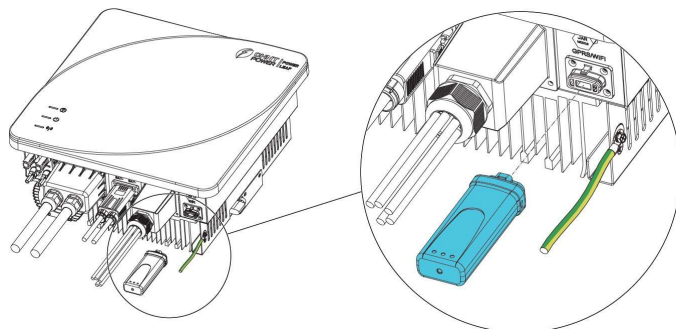

Figura 4-28 Instalação da haste de comunicação
3. Ligue o sistema paralelo seguindo os passos indicados na Figura 4-28.
- ① Feche o disjuntor CA do lado da rede de cada inversor.
- ② Feche o disjuntor CA do lado da carga de cada inversor.
- ③ Feche o interruptor fotovoltaico do lado fotovoltaico de cada inversor.
- ④ Feche o disjuntor CC do lado do armazenamento de energia de cada inversor.